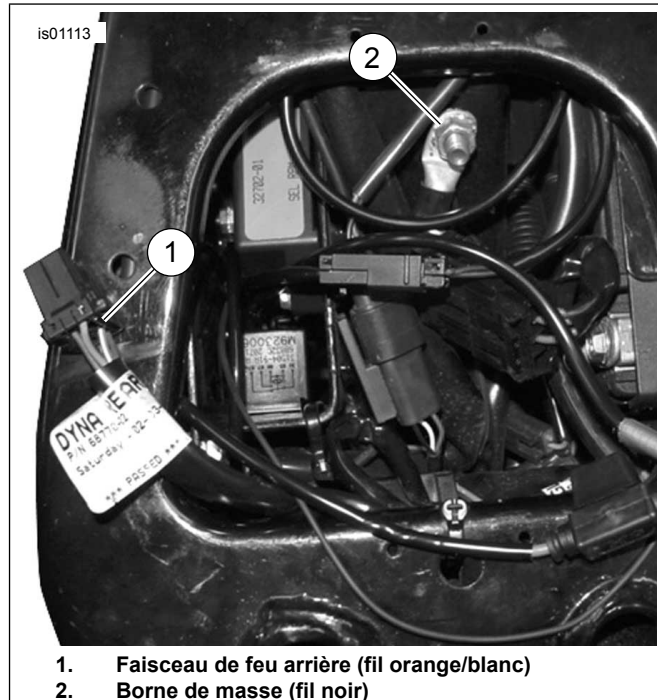

Figure 2. Connexions d'alimentation et de masse (modèles Dyna)
3. Voir Figure 2. Couper le fil noir sur le faisceau de fils de la poignée chauffante pour atteindre facilement l'emplacement de la masse et serrer la borne circulaire à l'extrémité du fil selon les instructions du sertisseur Packard dans l'annexe du manuel d'entretien.
2. Voir Figure 2. Couper avec soin pour ouvrir une partie de la gaine du faisceau principal à l'intérieur du couvercle latéral pour qu'il soit accessible, et couper un conducteur d'alimentation orange/blanc du faisceau principal.